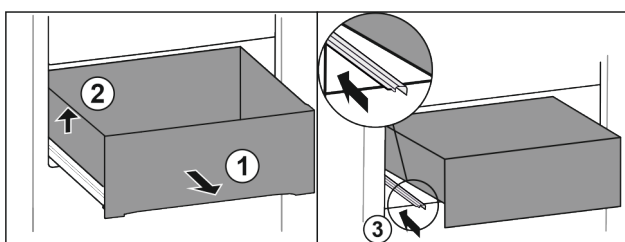

Fig. 82
- ▶ Scoateți sertarul până la opritor. Fig. 82 (1)
- ▶ Ridicați sertarul din stânga. Fig. 82 (2)
- ▶ Inserați șina din stânga. Fig. 82 (3)